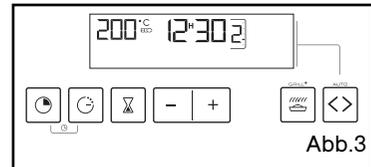

Abb.3
**Beispiel: Position „“ -> Einschubleiste 1 oder 2 (Abb.3).**